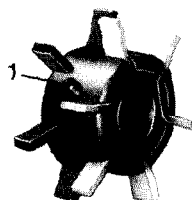

Fig. 30
Anstelle der Normalsärräder mit Feinsärad sollten dann die speziellen Bohnensärräder (Fig. 30) mit elastischen Nocken verwendet werden. Die elastischen Nocken sind so lang, daß sie bis auf die Bodenklappe, auch bei Bodenklappenstellung 8, durchgreifen und somit eine gleichmäßige Saatgutzufuhr garantieren. Da die Nocken elastisch sind, ist sichergestellt, daß sie das Saatgut nicht beschädigen.
6. Säwelle mit Bohnensärädern einsetzen. Die Imbusschraube (Fig. 30/1) darf hierbei noch nicht angezogen sein.
7. Säwelle mit Getriebeausgangswelle mit Hilfe des Spannstiftes verbinden, Drucklager (Fig. 31/3) montieren, so daß die Imbusschraube (Fig. 30/1) auf der Säwelle befestigen, so daß die Imbusschraube in die Nut der Säwelle faßt.